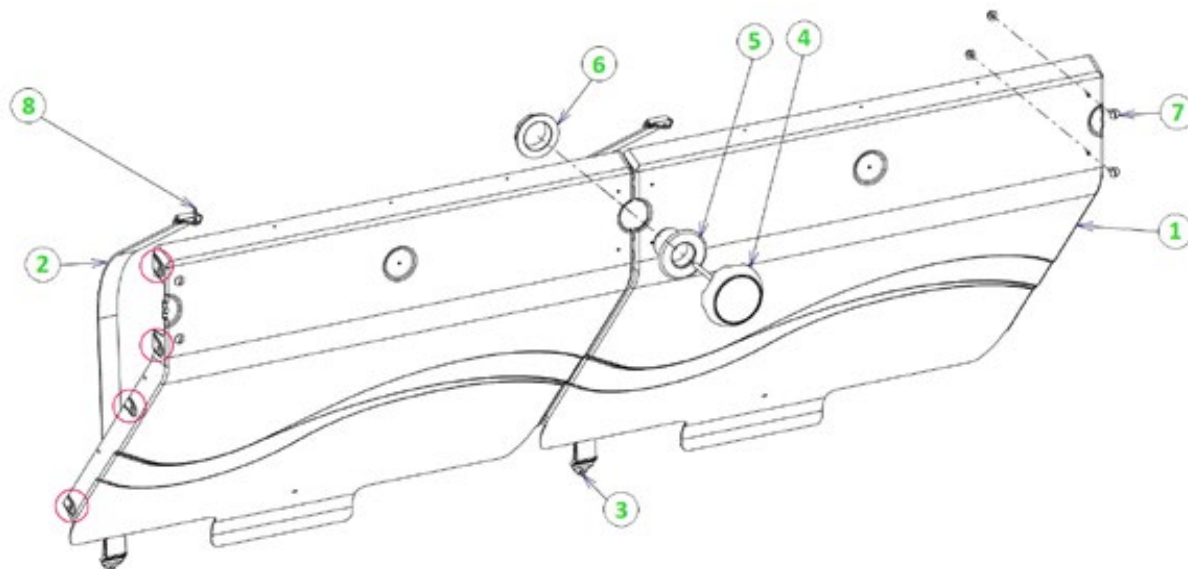

Figure 43 – Montage de la paroi de séparation et du projecteur
Les étapes de montage de la paroi de séparation et du projecteur sont illustrées à la *Figure 43*. La visserie nécessaire à ce montage se trouve dans le sachet Y.
Assemblez les deux modules (1) de paroi de séparation à l'aide de quatre vis à tête hexagonale 8 × 20 en inox A4, et de quatre écrous de diamètre 8 mm, en intercalant une rondelle de diamètre 8 mm de chaque côté de la paroi, soit un total de huit rondelles. Les emplacements de ces vis sur les parois sont signalés par quatre cercles rouges à la *Figure 43*.